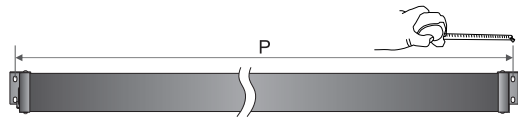

图 1
- 参照附表一：银幕安装距离表中P数值，如图1所示用卷尺测量银幕两端安装角架上两椭圆形孔之间的距离。（如测量的数值与安装间距表中P数值不对应时，以实际测量数值为准）